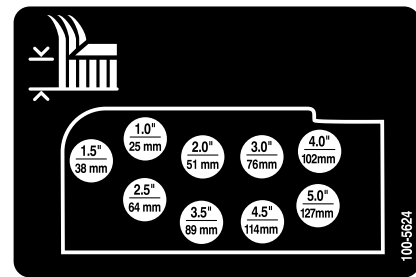

Figura 23
10. Monte las cadenas de altura de corte en el taladro de altura de corte deseado con el pasador y el pasador de horquilla (Figura 23).